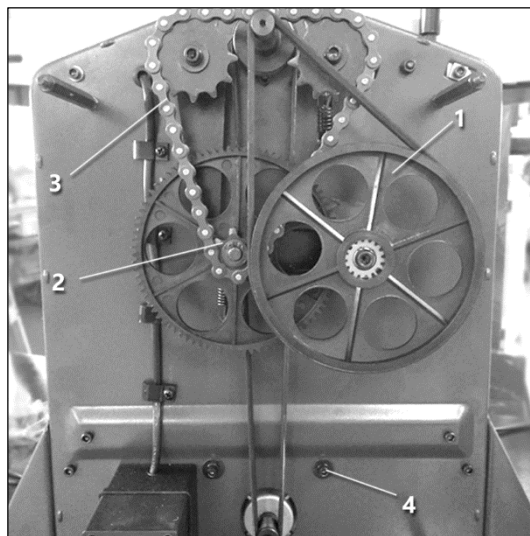

Рисунок 11.
- Снимите шкив 1, звездочку 2 и цепь 3 (рис. 11). Используйте кольцесъёмник.